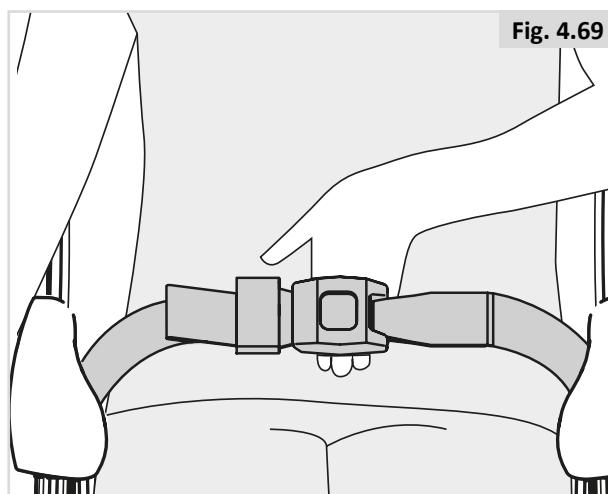

Fig. 4.69
- Justera inte höftbältet hårdare än att du får plats med en hand i mellanrummet (Fig. 4.69).